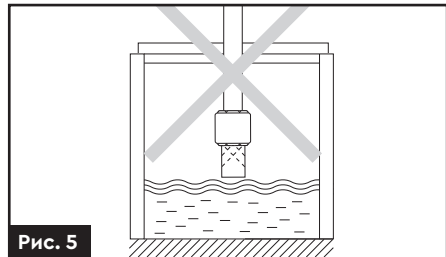

Рис. 5
- Зворотний клапан з фільтром грубого очищення не має бути встановлений на вхідному всмоктуючому трубопроводі не вище за дзеркало води (**рис. 5**).